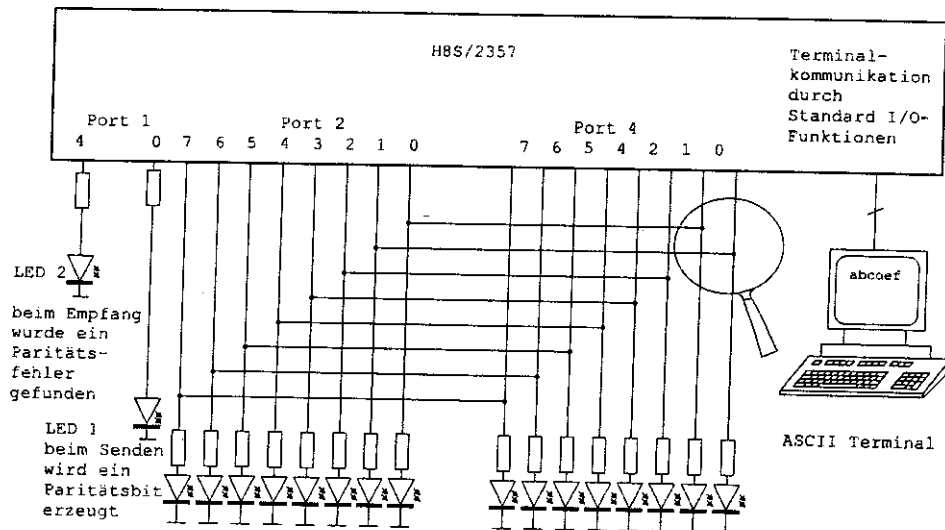

Abbildung 4.2: Aufbau des Paritätsversuchs mit Verdrahtungsfehler
- e) Leider ist ein kleiner Verdrahtungsfehler aufgetreten (Abbildung 4.2). Sie möchten die Verdrahtung nicht ändern. Daher schreiben Sie eine Korrekturfunktion `unsigned char correct(unsigned char)`. Der Parameter ist das zu korrigierende Byte, die Funktionsrückgabe das korrigierte Byte.